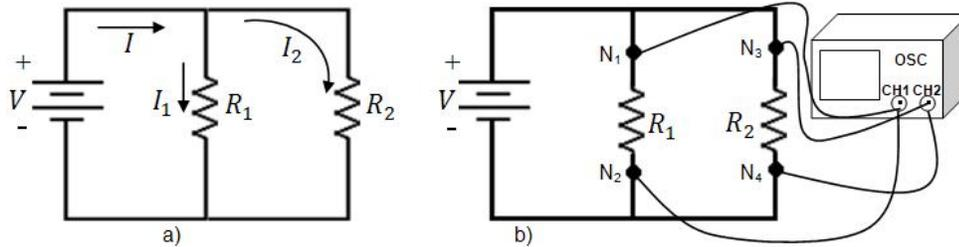

Figura 5.2. Circuito resistivo paralelo
a).- En el primer caso se analiza el funcionamiento del circuito resistivo paralelo con elementos cuyos valores no genere algún problema a la fuente de alimentación. Construya el circuito de la figura 5.2, con  $V= 20$  volts y seleccione las resistencias que estén dentro del rango siguiente  $2K\Omega \leq R_{Total} \leq 900K\Omega$ . Mida el voltaje en  $R_1$ ,  $R_2$  y las corrientes indicadas en el circuito. Llene la tabla 5.4
b).- En segundo caso se analiza el funcionamiento del circuito resistivo paralelo con elementos cuyos valores requieren de más corriente que la corriente máxima de la fuente de dc. Construya el circuito de la figura 5.2, con  $V= 20$  volts, seleccione las resistencias que estén dentro del siguiente rango  $500\Omega \leq R_{Total} \leq 1600\Omega$ . Antes de construir el circuito calcule la potencia de las resistencias (llene la tabla 5.5), para seleccionar los elementos de la potencia adecuada. Mida el voltaje, corriente en cada resistencia del circuito y llene la tabla 5.5
c).- En el tercer caso se analiza el funcionamiento del circuito resistivo paralelo con elementos cuyos valores son de  $\geq 1M\Omega$ . Construya el circuito de la figura 5.2, con  $V= 20$  volts y seleccione las resistencias cuyo valor sea  $\geq 1M\Omega$ . Antes de construir el circuito calcule la potencia de las resistencias (llene la tabla 5.6). Mida el voltaje y corriente en cada resistencia del circuito. Llene la tabla 5.6